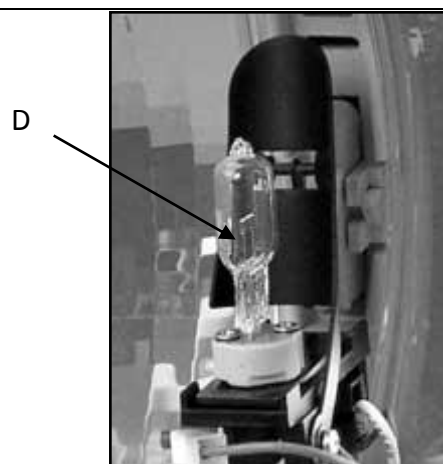

Рисунок 8.1.4
- Вытянуть Лампу "D", потянув ее вверх (Рисунок 8.1.4.).